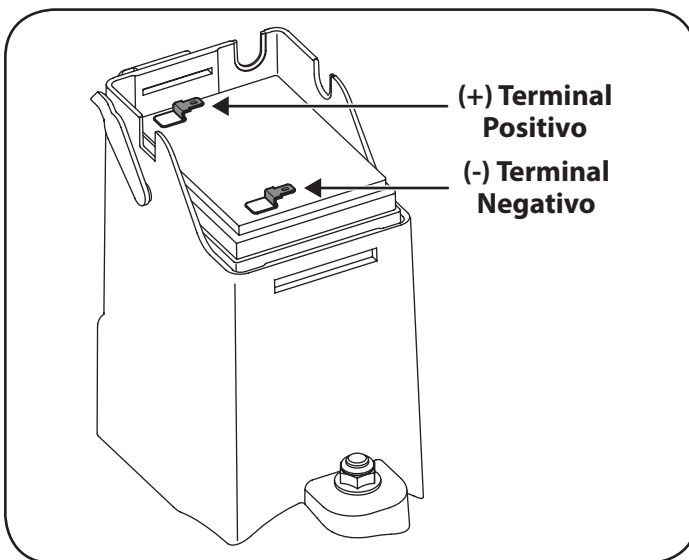

Figura 21
3. Reemplace por una nueva batería. Conecte el conductor positivo (rojo) al lado positivo del paquete de batería, luego conecte el lado negativo (negro). Vea la Figura 21.